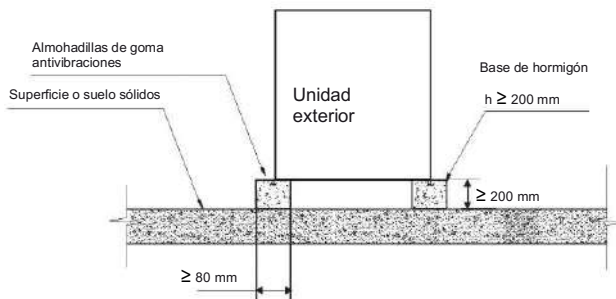

Fig.6-5 Vista frontal de la estructura de la base
- 4) En la fig. 6-5 se muestra un diseño típico de base de hormigón. Una especificación típica de hormigón es 1 parte de cemento, 2 partes de arena y 4 partes de piedra triturada con una barra de refuerzo de acero. Los bordes de la base deben estar biselados.